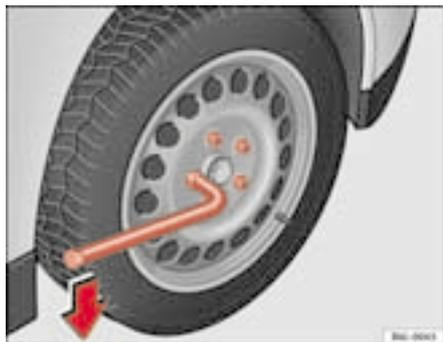

Fig. 136 Substituição de uma roda: desapertar os parafusos das rodas
- Pegue na chave pela sua extremidade e rode o parafuso cerca de uma volta para a **esquerda** ⇒ fig. 136.